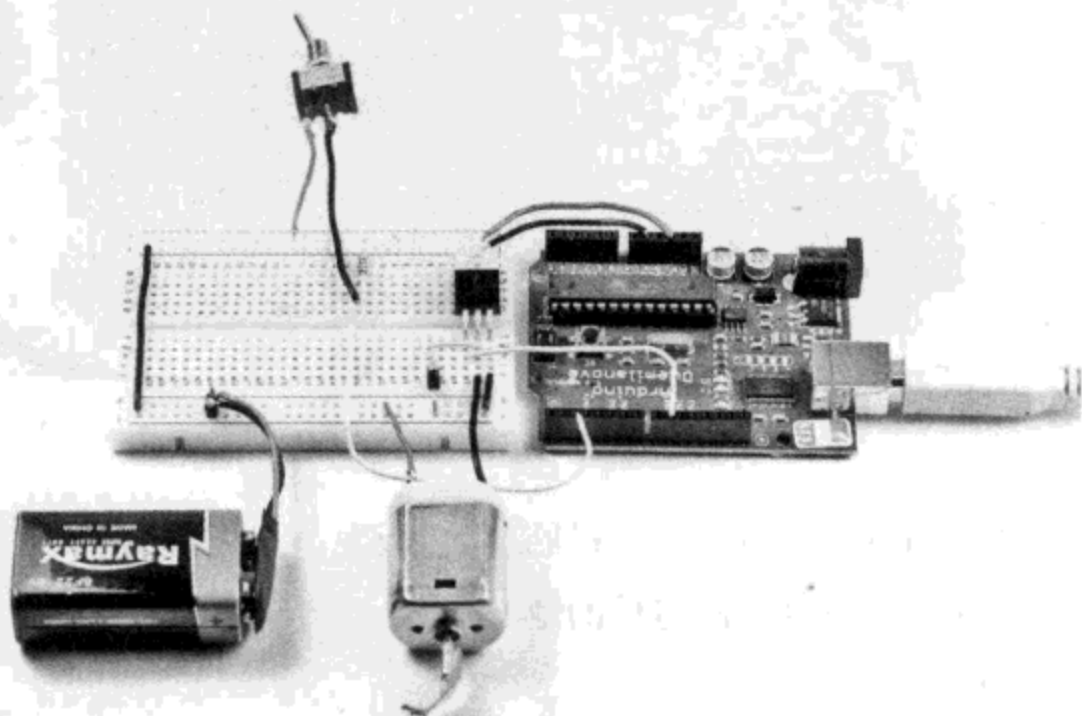

图6.31 用三极管驱动电机的Arduino系统的接法
(5) 将电机的一个引脚接到面包板上三极管的集电极，另一个引脚接到 9 V 电源上。
(6) 将拨动开关放在面包板另一侧（在关的位置），用一根信号线将开关的其中一个引脚接到 Arduino 的引脚 2。同时，这个引脚也接一个 220 k $\Omega$  的电阻。将开关的另一个引脚直接接到面包板的电源列。接好的电路应如图 6.31 所示。